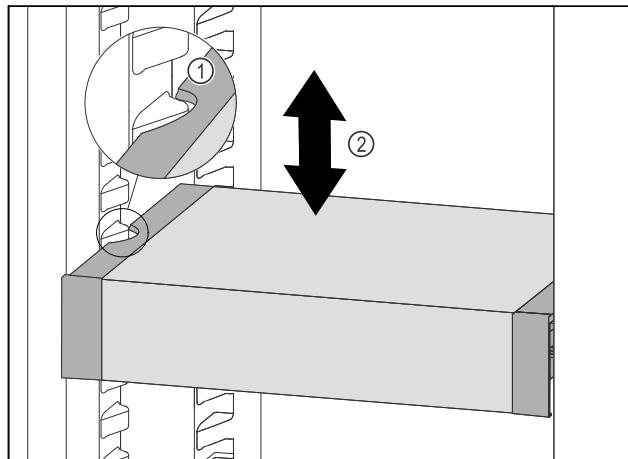

Fig. 77
- Тяните VarioSafe вперед, пока боковые выемки VarioSafe не окажутся на высоте выступа резервуара в холодильном отделении. Fig. 77 (1)